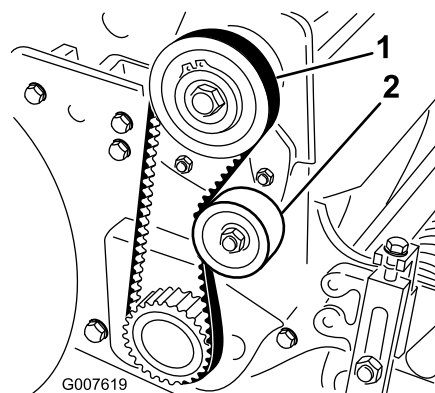

Рисунок 36
2. Проверьте натяжение, приложив к ремню посередине между шкивами (Рисунок 36) усилие 18 – 22 Н. Ремень должен прогнуться на 6 мм.
- А. Отпустите гайку крепления натяжного шкива и поджимайте натяжной шкив по часовой стрелке к обратной стороне ремня, пока не будет получено требуемое натяжение (Рисунок 36).